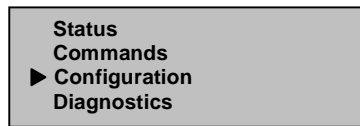

図37: メイン メニュー
1. メインメニューで、[Configuration]にスクロールします（図37を参照）。